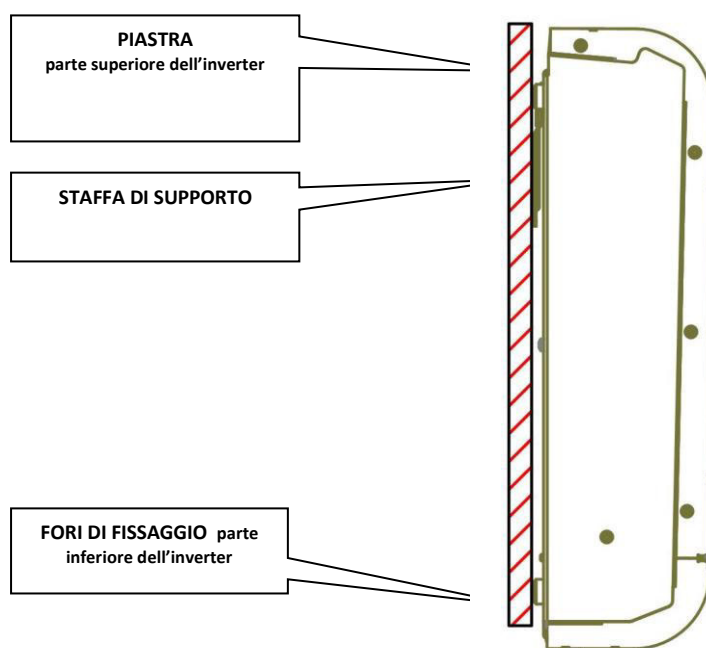

Fig.3 - Montaggio a parete
2. Fissare a muro la staffa di supporto tramite i tasselli e le viti (forniti in dotazione); successivamente agganciare l'inverter tramite la piastra posta nella parte superiore dell'apparecchio. Infine, fissare l'inverter alla parete utilizzando i fori predisposti nella parte inferiore dell'apparecchio. Il tutto come indicato in Fig.3.